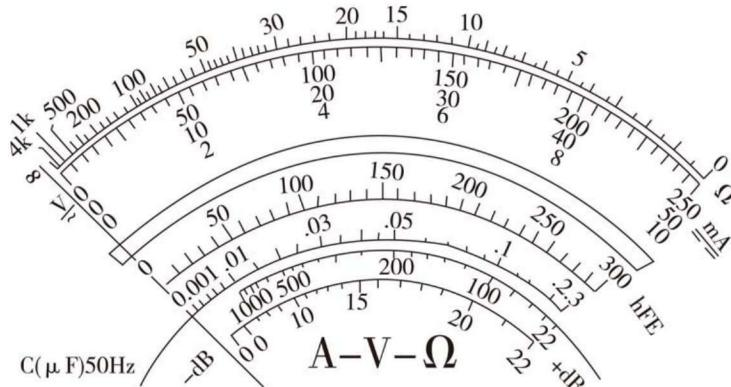

图 1.2.8 万用表刻度线
直流电压挡、电流挡是万用表常用的测量挡位。直流电压挡和直流电流挡读数时都用图 1.2.8 所示的第二条刻度线。
(1) 将表笔正确插入表笔插孔。红色表笔接到红色接线柱或插入标有“+”号的插孔内，黑色表笔接黑色接线柱或插入标有“-”号（“*”号或“COM”）的插孔内。
(2) 选择合适的量程。如果不知道被测电压和电流的大小，应先用最大量程，而后再选用合适的量程来测量，以免表针偏转过度而被打弯。测电压、电流时应尽量使指针偏转到满刻度的 $1/2$ 以上，这样可减少测量误差。
(3) 正确接入万用表。测电压时，万用表与被测电路并联（红表笔接被测电路的高电位，即电压“+”极性端，黑表笔接低电位，即电压的“-”极性端）；测量电流时，万用表与被测电路串联（即电流从红表笔流入，从黑表笔流出）。
(4) 读数。如图 1.2.8 所示，第二条刻度线为交、直流电压和直流电流读数的共用刻度线。刻度线的最左端为“0”，最右端为满刻度值，均匀分了 5 个大格、50 个小格。为了读数方便，刻度线下有 $0 \sim 250$ 、 $0 \sim 50$ 和 $0 \sim 10$ 三组数。例如，测量直流电压时，若选择了 $50V$ 量程，则按 $0 \sim 50$ 这组读数就比较方便，即满量程是 $50V$ ，每个小格代表的是 $50V / 50 = 1V / \text{格}$ ，如果指针指在 20 右边过 1 个小格的位置，则读数值为 $21.0 \text{ 小格} \times 1V / \text{小格} = 21.0V$ 。